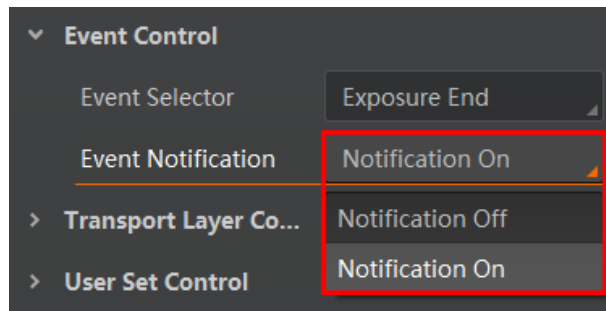

图8-8 设置事件通知状态
2. 设置参数 *Event Notification* 为 *Notification On*，如图 8-8 所示。